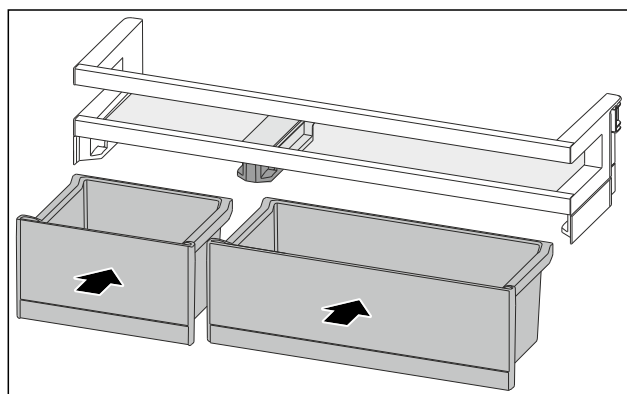

Fig. 88
- Sett inn VarioBoxer i endret anordning. (se Fig. 88)